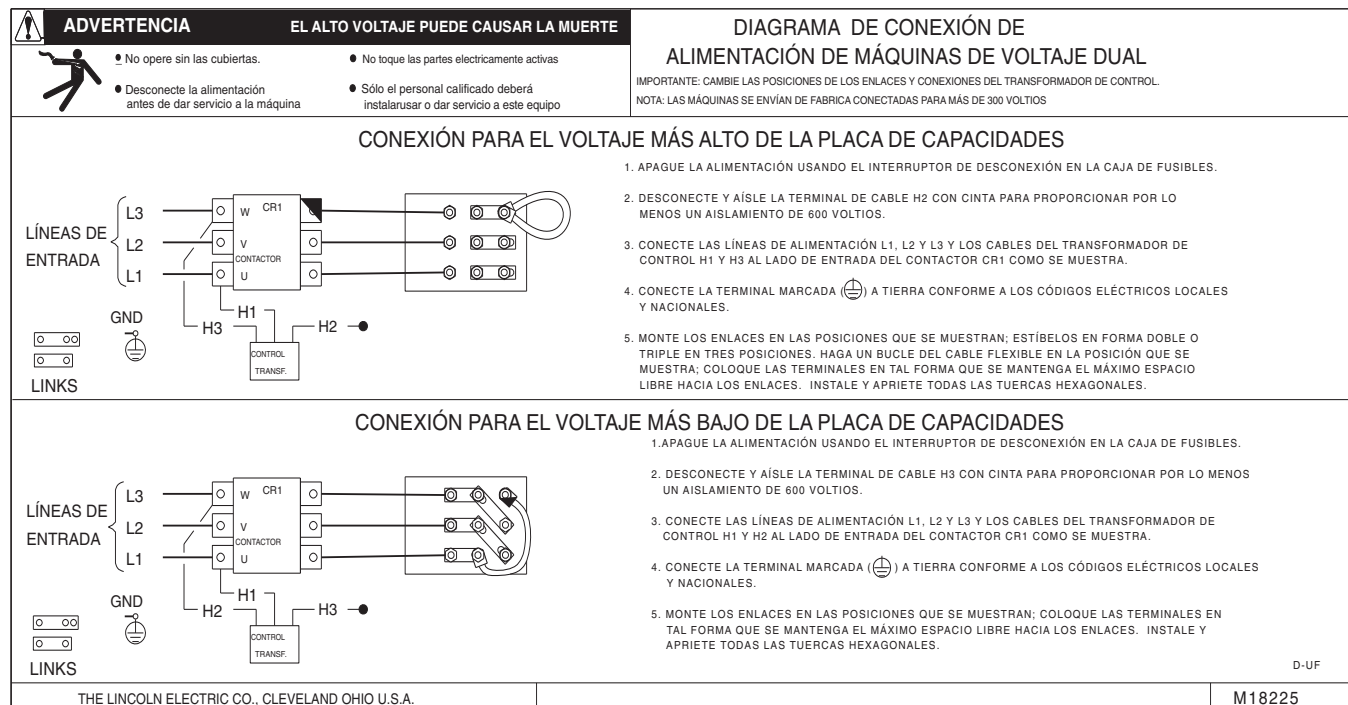

FIGURE A.2 Dual Voltage Machine Reconnection Procedure
1. La Figura A.2 muestra un ejemplo de las instrucciones de reconexión para una máquina de voltaje dual.